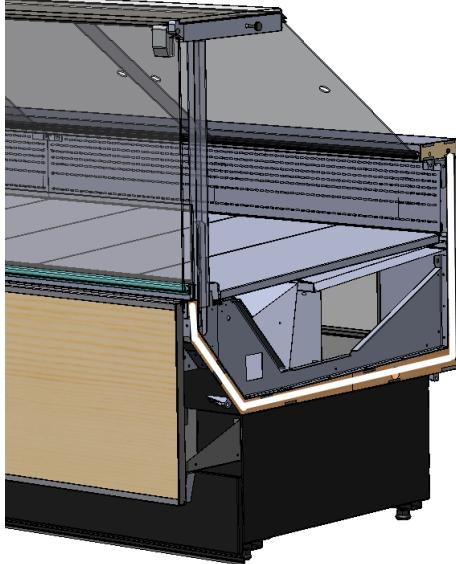

рис. 1
1. Установить стойки суперструктуры на кронштейны, прикрутить винтами M6x12 с полукруглой головкой, рис. 1.
1. Обклейте торцы стыкуемых витрин лентой поролоновой 30х6, входящей в комплектацию витрин (рис.1).